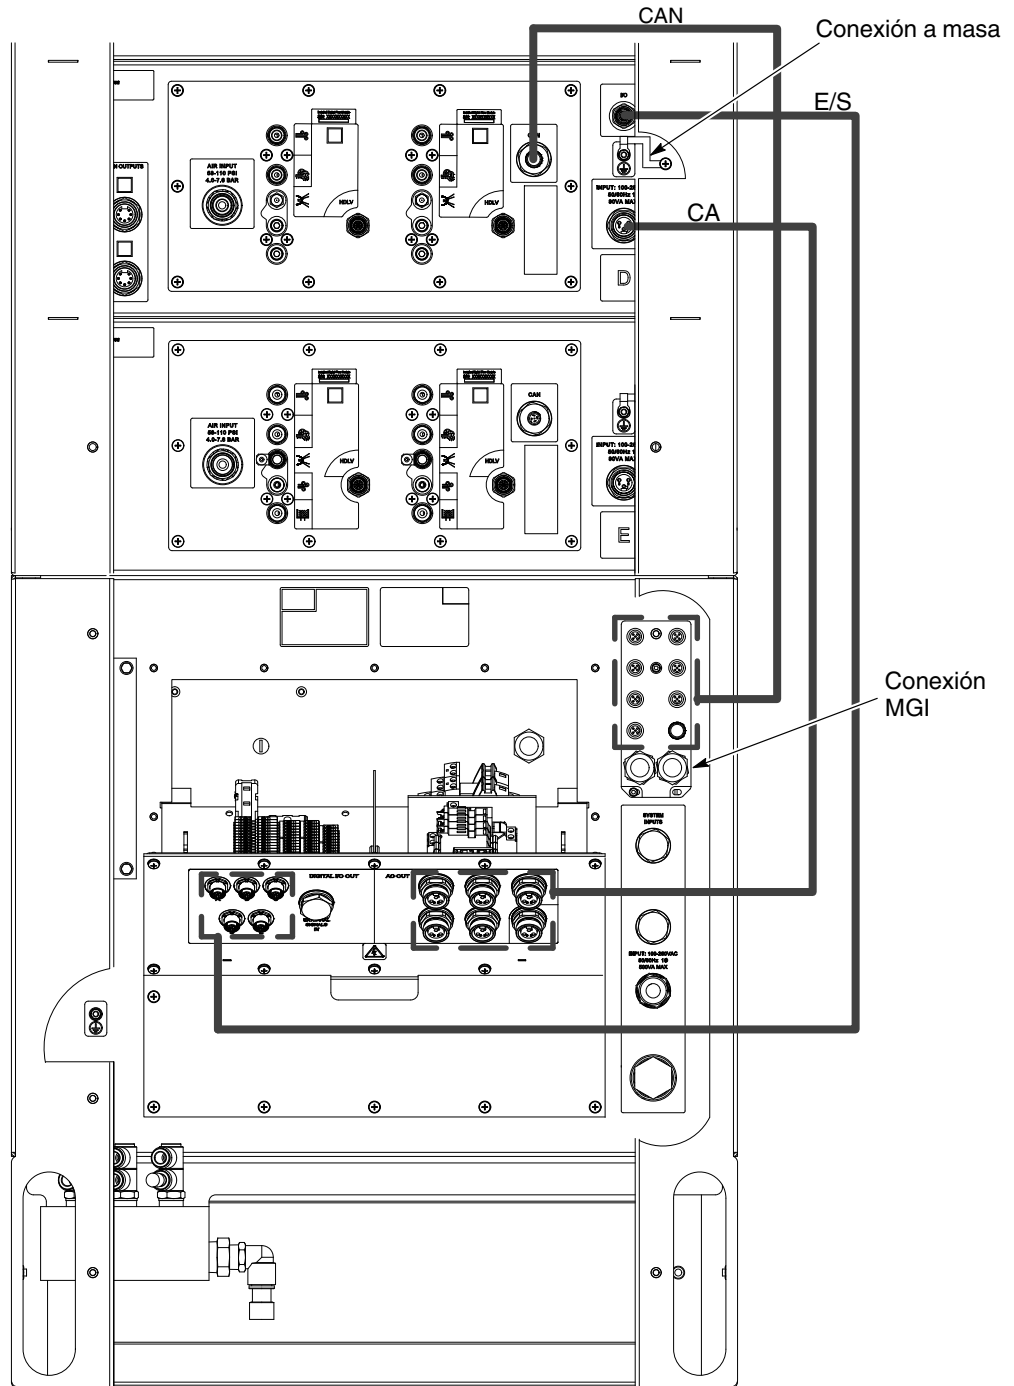

Figura 10-2 Conexiones de distribución de alimentación
5. Ver la figura 10-2. Conectar la conexión a tierra del controlador de aplicación a la pila.